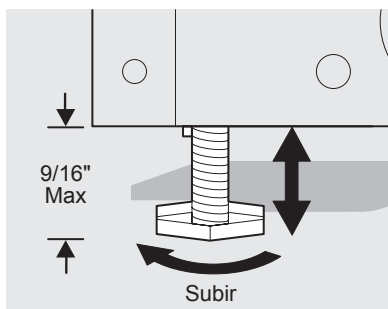

Figura 3
- 3 Use una llave inglesa para ajustar los tornillos de nivelación. Afloje los tornillos de nivelación de ambos lados en el sentido de las agujas del reloj hasta que toquen el suelo (figura 3). No levante la cabina más de 9/16 pulgadas.